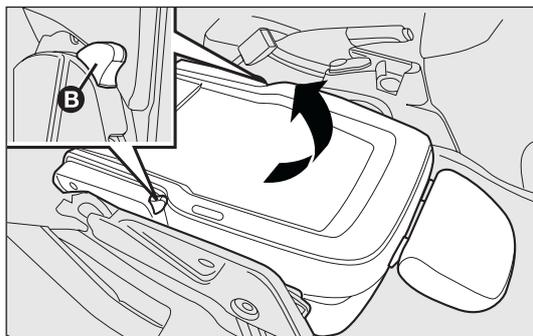

fig. 26
- accione las palancas B-fig. 26 y vuelva a levantar el asiento hacia arriba.